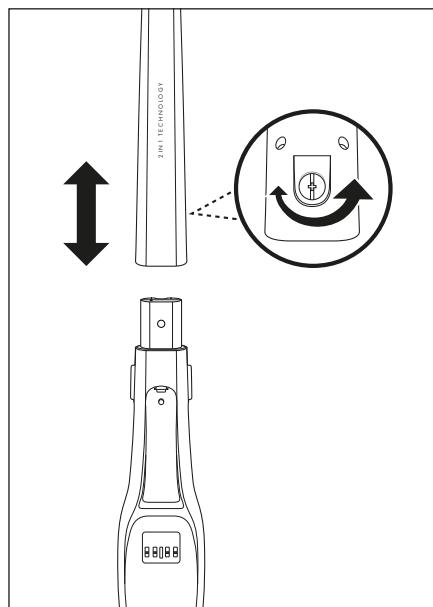

Fig. 1
- 1) Desatornille el tornillo ⑪ de la parte posterior de la columna ⑩ con un destornillador en sentido antihorario. Retire el tornillo ⑪ del orificio de la columna ⑩.
- 2) Coloque la columna ⑩ sobre el soporte de la columna del aparato. Desplace la columna ⑩ totalmente por el soporte de la columna hasta que quede bien fijada en el aparato (fig. 1).
- 3) Vuelva a colocar el tornillo ⑪ en el orificio de la columna ⑩. Apriete bien el tornillo ⑪ con un destornillador en sentido horario (fig. 1).